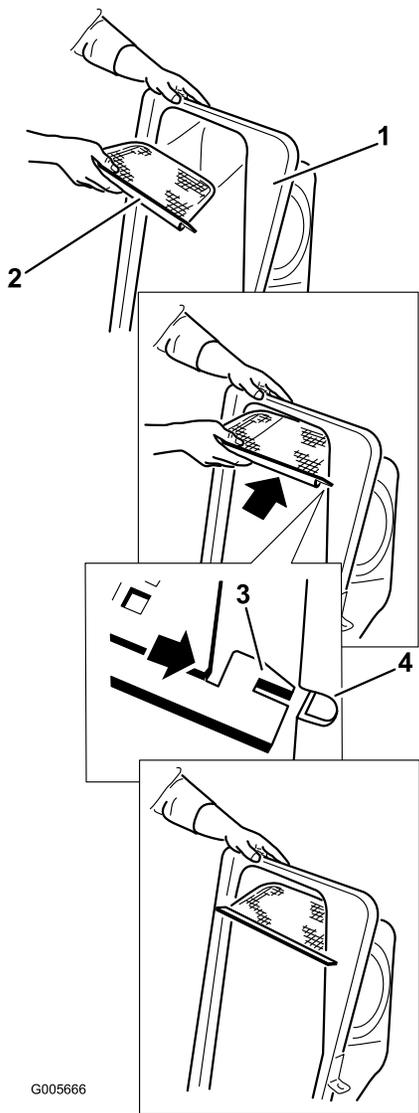

Figura 14
2. Instale la rejilla según se muestra en Figura 14, de manera que quede inclinada hacia abajo, hacia las bolsas de recogida.